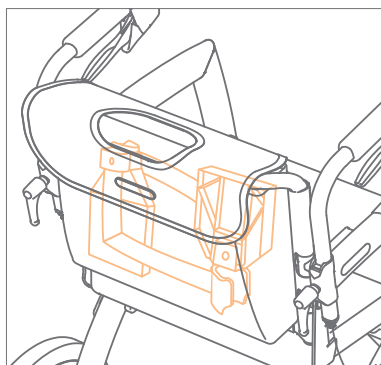

Figure 36: Les repose-pieds dans le sac du kit fauteuil roulant.
- a. Tenez le kit fauteuil roulant Rollz de façon à ce que le côté du sac soit tourné vers vous (**Figure 36**).